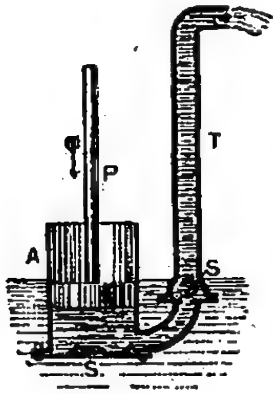

Fig. 105. — Pompe foulante.
**La pompe foulante refoule l'eau (fig. 105).** — Le corps de pompe A plonge dans l'eau; le piston P, dépourvu de soupape, par le jeu des soupapes S, S aspire l'eau et la refoule dans le tuyau élévatoire T.